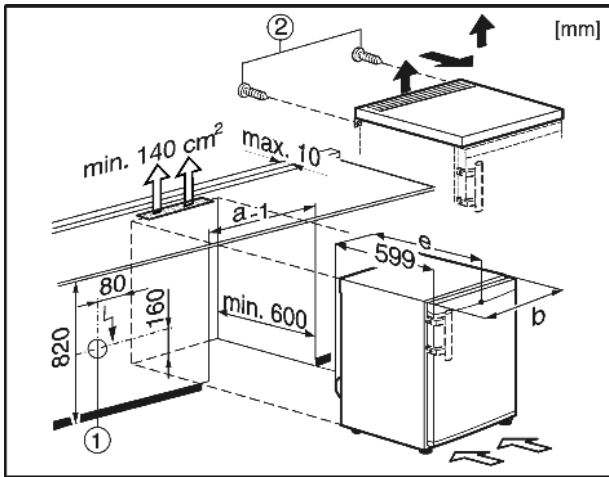

Fig. 9
La presa Fig. 9 (1) non deve trovarsi nella parte posteriore dell'apparecchio e deve essere facilmente accessibile.
- ▶ Rimuovere le viti Fig. 9 (2) sulla parte posteriore.